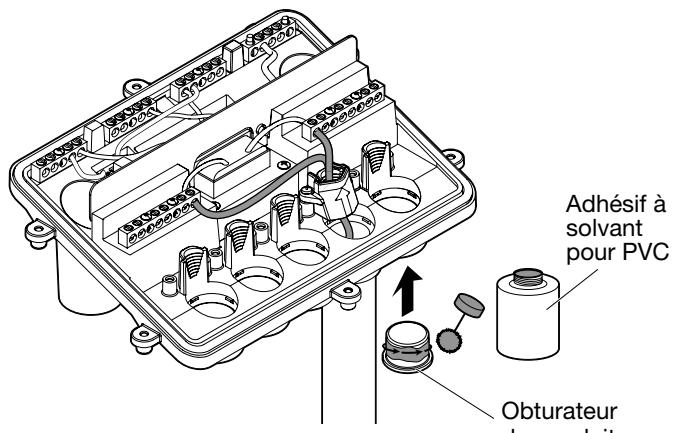

FIG. 10. Fixation des obturateurs de conduit
12. Isolez les ouvertures de conduit non utilisées à l'aide des obturateurs de conduit fournis. Voir FIG. 10 :